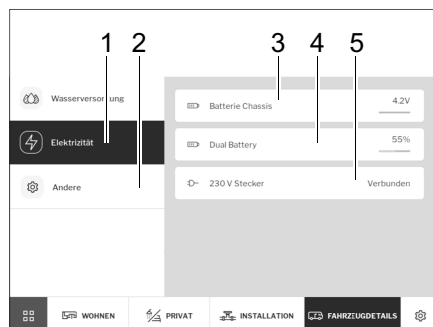

Fig. 279 Electricidad y temperatura interior
- Tocar en la opción *Electricidad* (Fig. 279,1).
Se muestra el voltaje de la batería del vehículo (Fig. 279,3), el estado de carga de la batería de motor en % o la tensión de carga de la batería AGM en voltios (Fig. 279,4) y el estado de la alimentación de 230 V (Fig. 279,5).
- Tocar en la opción *Otros* (Fig. 279,2).